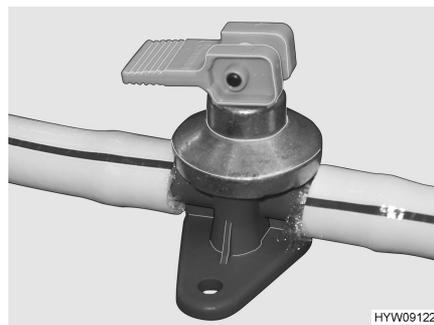
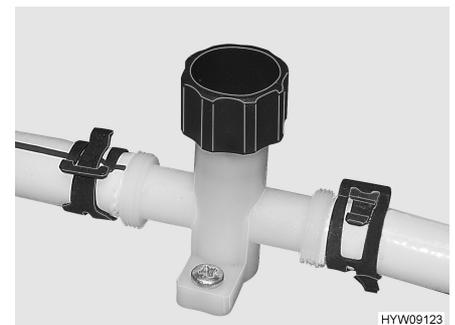

Bild 69 Ablasshahn mit Kipphebel
Bild 70 Ablasshahn mit Drehknopf
- Alle Ablasshähne (Bild 69 bzw. Bild 70) schließen.